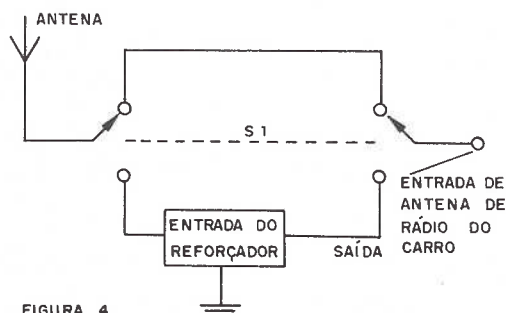

FIGURA 4
O reforçador é intercalado entre a antena do rádio do carro e o próprio rádio. Se o rádio for de mais faixas (tiver FM, por exemplo) será preciso acrescentar uma chave que faça a ligação direta quando ele operar em frequências em que o reforçador não funciona. (figura 4)
- b) Vu – meter do tipo de 200 μ A com identificação da Polaridade (figura 4).